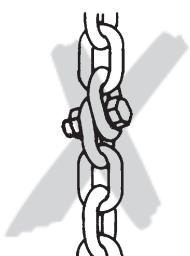

Fig. 6
- Ne pas faire de noeuds avec la chaîne ni la nouer avec des écrous, vis, tournevis ou similaires. Les chaînes intégrées dans des dispositifs de levée de la charge ne doivent pas être réparées (Fig. 6). Ne pas tirer la chaîne au-dessus des coins.